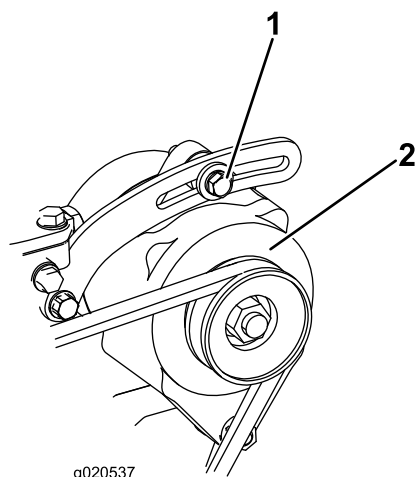

図 87
2. たわみが10mmでない場合には、オルタネータ取り付けボルトをゆるめる 図 87。適当な張りに調整してボルトを締める。ベルトのたわみが適切に調整されたことを確認する。